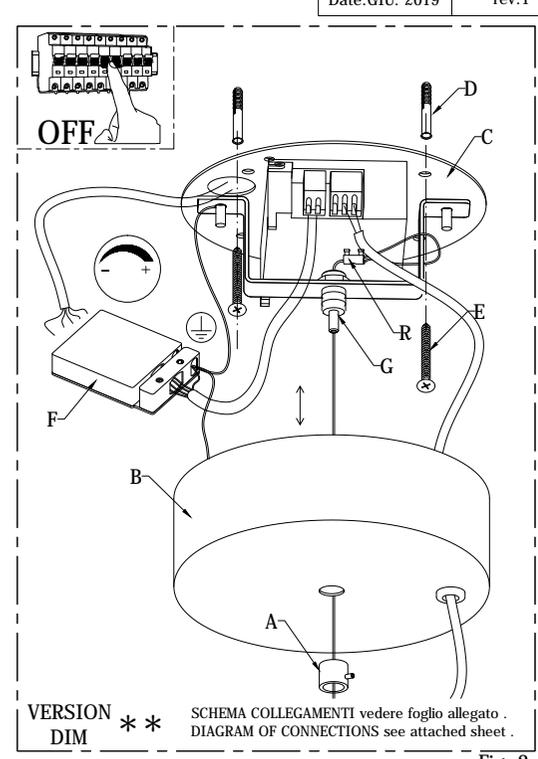

Fig. 2
- VERSIONE DIMMERABILE collegare i cavi all'interno della scatola (F) rispettando la polarità indicata (Fig. 2).